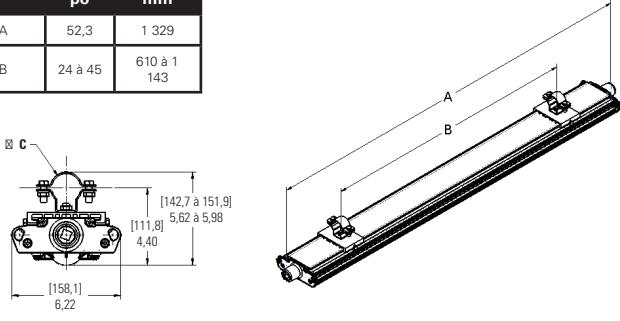

Figure 8. TROUSSE – Montage sur mât
- Les supports de montage sur mât peuvent être espacés selon la convenance; il est recommandé de les séparer d'au moins 305 mm (12 po) [voir figure 8].
- Faire glisser les deux (2) supports de montage sur mât sur le luminaire de manière à engager la bride.